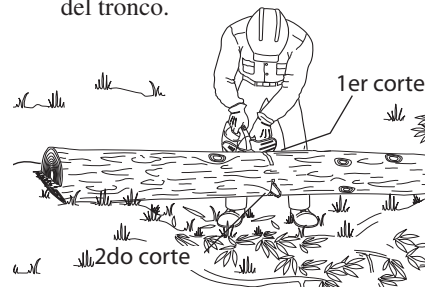

Figura 19 - Trozado del tronco apoyado sobre ambos extremos
1. Haga el primer corte del lado superior del tronco (vea la Figura 19). Atraviese 1/3 del diámetro del tronco. Este corte impedirá la producción de astillas en esta sección al completarse el corte.